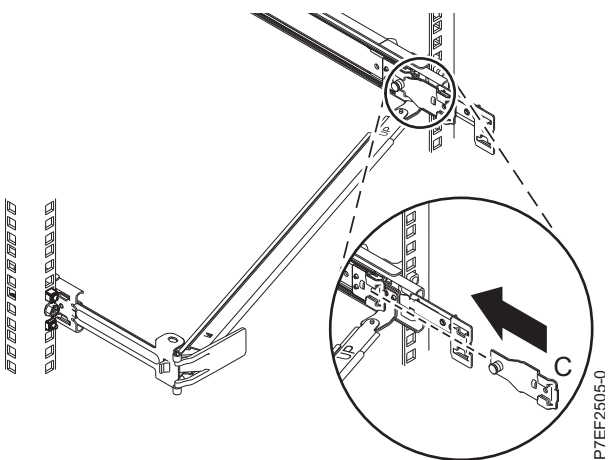

Figura 14. Instalando o suporte de montagem no trilho deslizante
6. Conecte o suporte de parada de organização de cabos (**B**) ao slot na parte interna do trilho esquerda deslizando o suporte de parada (**B**) para o trilho deslizante até que o pino com molas se encaixe. Para obter detalhes, consulte Figura 14.